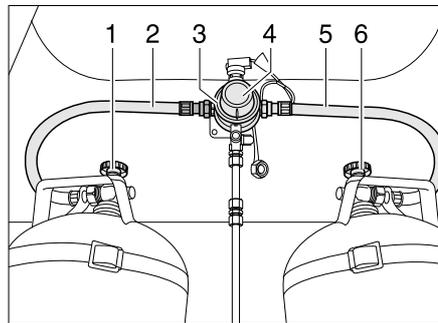
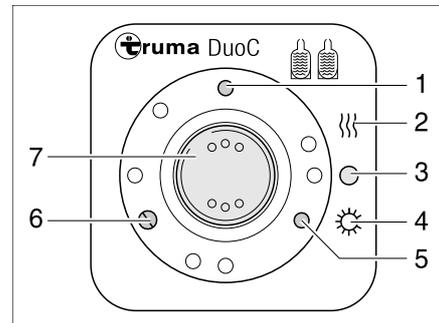

Bild 160 DuoControl-Umschaltanlage
Bild 161 Bedieneinheit
Die DuoControl-Umschaltanlage besteht aus einem Umschaltventil (Bild 160,3) und der Bedieneinheit (Bild 161). Das Umschaltventil ist zwischen den Gasschläuchen (Bild 160,2 und 5) montiert. Mit dem Drehknopf (Bild 160,4) am Umschaltventil kann bestimmt werden, welche der Gasflaschen als Betriebsflasche und welche Gasflasche als Reserveflasche verwendet wird.
An der Bedieneinheit (Bild 161) können nur die elektrischen Funktionen geschaltet werden. Die Haupt-Absperrventile der Gasflaschen (Bild 160,1 und 6) müssen von Hand geöffnet werden.
Das Umschaltventil gewährleistet einen konstanten Gasdruck, unabhängig davon, welche Gasflasche Gas liefert. Die zwei Kontroll-Leuchten an der Bedieneinheit zeigen den Füllstand der Betriebsflasche an. Wenn die grüne Kontroll-Leuchte (Bild 161,6) leuchtet, ist die Betriebsflasche voll. Wenn die rote Kontroll-Leuchte (Bild 161,5) leuchtet, ist die Betriebsflasche leer. Die Gasversorgung erfolgt dann über die Reserveflasche.
- Die Haupt-Absperrventile an den Gasflaschen (Bild 160,1 und 6) öffnen.
- Mit dem Drehknopf (Bild 160,4) am Umschaltventil (Bild 160,3) die Gasflasche wählen, der vorrangig das Gas entnommen werden soll (Betriebsflasche). Den Drehknopf immer bis zum Anschlag drehen.
- An der Bedieneinheit (Bild 161) die DuoControl-Umschaltanlage einschalten. Dazu den Wippschalter (Bild 161,7) auf Winterbetrieb "Ein und Heizen" (Bild 161,2) oder auf Sommerbetrieb "Ein" (Bild 161,4) stellen. Das Umschaltventil ist jetzt entlüftet. Die gelbe Kontroll-Leuchte (Bild 161,1) leuchtet, wenn Winterbetrieb gewählt wird und die Regler-Enteisungsanlage eingeschaltet ist.
- Den Wippschalter (Bild 161,7) auf "O" (Bild 161,3) stellen. Die gelbe Kontroll-Leuchte (Bild 161,1) erlischt.
- Die Haupt-Absperrventile an den Gasflaschen (Bild 160,1 und 6) schließen.
Die Kontroll-Leuchten an der Bedieneinheit (Bild 161,5 und 6) signalisieren im Fahrzeuginneren, ob die Betriebsflasche betriebsbereit ist.
Wenn die grüne Kontroll-Leuchte (Bild 161,6) während des Betriebs erlischt und die rote Kontroll-Leuchte (Bild 161,5) aufleuchtet, ist die als Betriebsflasche gewählte Gasflasche leer und muss gewechselt werden. Die Reserveflasche versorgt die Gasverbraucher weiterhin mit Gas.